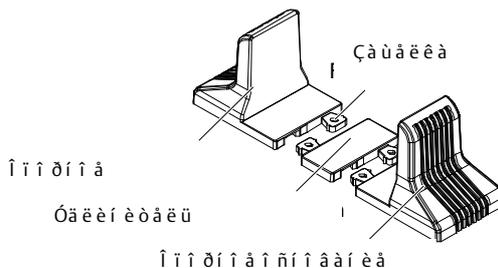

Рис. 2-2 Сборка опорных оснований с удлинителем
1. Выберите опорные основания из числа принадлежностей, соберите пару опор и удлинитель (принадлежности), используя для этого защелки, как показано на Рис. 2-2, и поместите их на плоскую монтажную поверхность